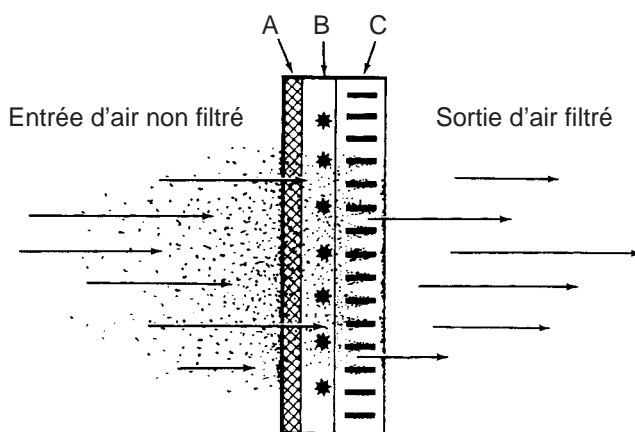

Figure 1
L'air est aspiré vers l'épurateur par les conduits de reprise d'air. Il traverse d'abord le préfiltre (A), qui capte les grosses particules (phanères, mousse, etc.). Il passe ensuite dans l'étage d'ionisation (B), où les petites particules toujours présentes (fumée, poussière, pollen, etc.) reçoivent une charge électrique positive. Ces particules ionisées pénètrent alors dans l'étage collecteur (C), formé d'une série de plaques d'aluminium dotées en alternance d'une charge négative ou positive (figure 1).